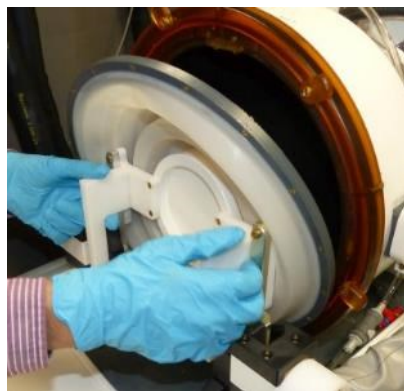

Figure 12-17
- Étape 26. Relâcher et retirer le dispositif de DQA du transducteur (**Figure 12-17**).
Nettoyer le capot de protection (**Figure 12-17**) à l'aide de lingettes de nettoyage et de désinfection dédiées (spécifiées à la section **12.1, Matériel pour le nettoyage/la désinfection**).
- Étape 28. Protéger la surface du transducteur à l'aide du capot de protection (**Figure 12-17**). Vérifier que la vanne du transducteur est toujours ouverte pour éviter toute surpression et pour que le transducteur puisse sécher librement.